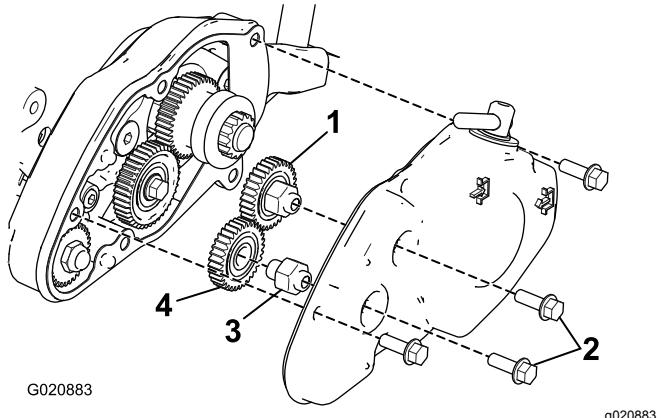

Figura 15
5. Inserite l'ingranaggio centrale rimosso in precedenza premendolo sul mozzo (Figura 15).
6. Installate il gruppo mozzo e ingranaggio centrale nel gruppo ingranaggio dal kit di rotazione avanti sul carter con 2 bulloni a testa flangiata come mostrato nella Figura 15.